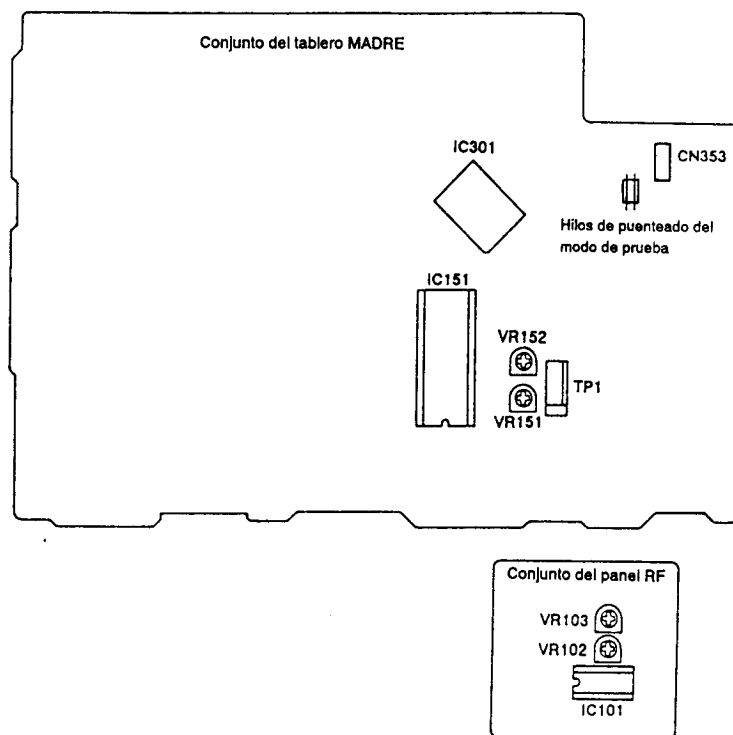

Figura 1 Lugares de ajuste
2. Cortocircuite los hilos de puenteado de modo de prueba. (Consulte la figura 1.)